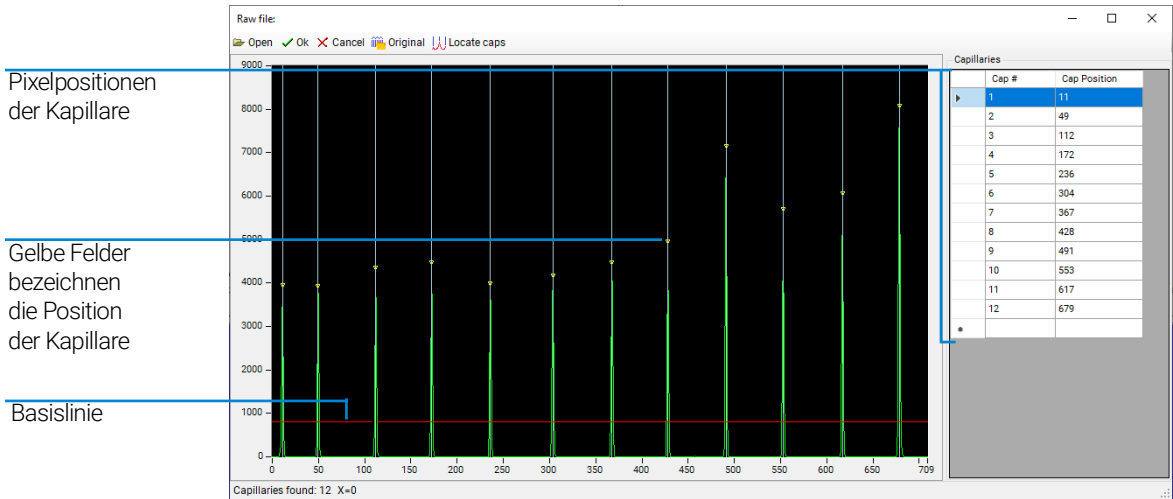
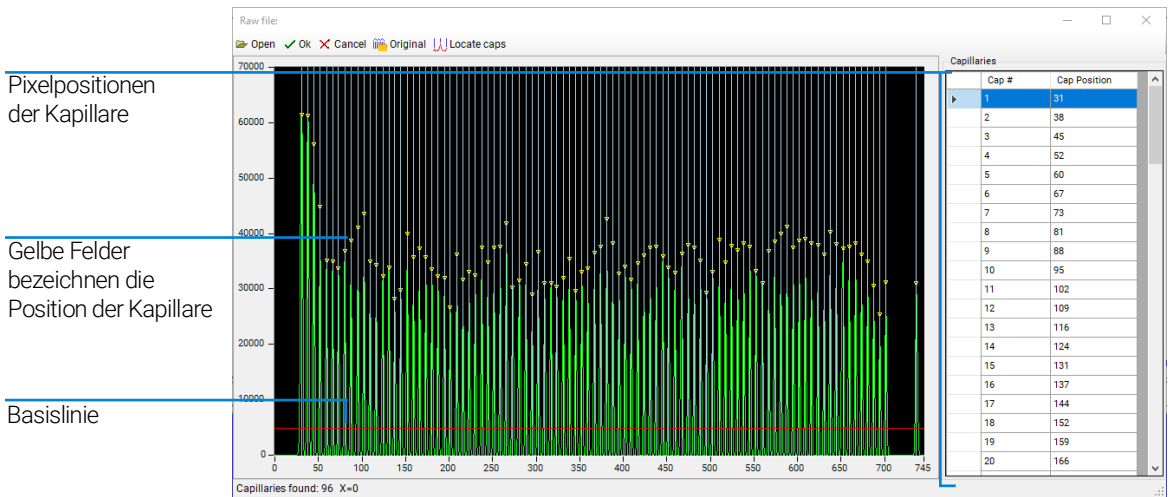

Abbildung 24 Pop-up-Fenster beim Ausrichten anhand einer Datei bei einem System mit 12 Kapillaren
Abbildung 25 Pop-up-Fenster beim Ausrichten anhand einer Datei bei einem System mit 96 Kapillaren
Das Fenster *Align from File* (Anhand einer Datei ausrichten) wird geöffnet (**Abbildung 24** zeigt ein Beispiel mit 12 Kapillaren und **Abbildung 25** ein Beispiel mit 96 Kapillaren), in dem die Kapillaren aus der ausgewählten Laufdatei ausgerichtet werden können. Die Symbolleiste des Fensters *Align from File* (Anhand einer Datei ausrichten) wird in **Tabelle 8** beschrieben.
- 9 Klicken Sie mit der linken Maustaste auf die rote Basislinie und verschieben Sie sie im Diagramm nach oben, jedoch nicht über die Spitze der Kapillarpeaks hinaus, wie in **Abbildung 24** und **Abbildung 25** gezeigt.